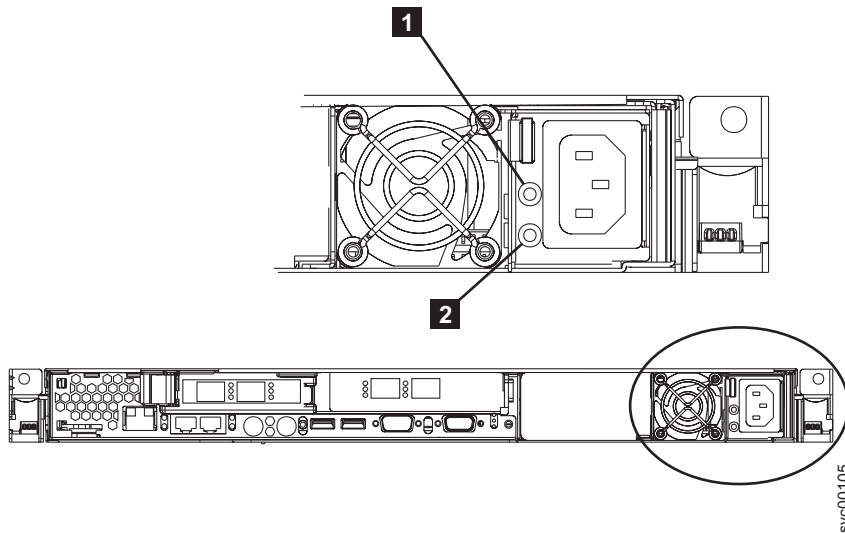

図 161. SAN ボリューム・コントローラー 2145-8F2 または SAN ボリューム・コントローラー 2145-8F4 の AC 電源 LED と DC 電源 LED
5. 電源機構上の電源機構ファンが始動し、AC 電源 LED **1** および DC 電源 LED **2** が点灯し (197 ページの図 161 を参照)、電源機構が正しく作動していることを示していることを確認してください。